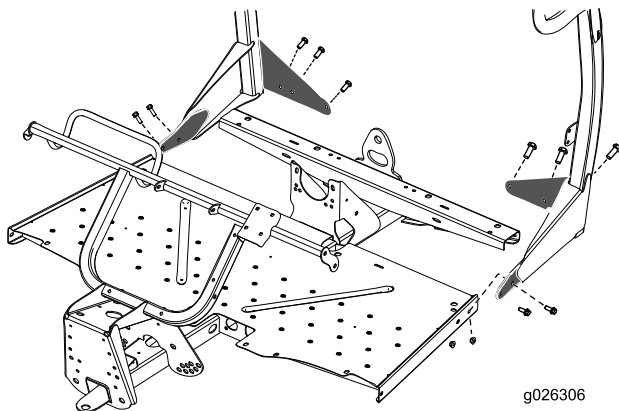

Bild 6
1. Setzen Sie den Überrollschutz, wie in Bild 6 abgebildet, auf die Maschine und fluchten Sie die Befestigungslöcher an den Seiten und hinten aus.
3. Befestigen Sie den Überrollschutz mit den restlichen vier Schrauben (3/8") und vier Muttern (3/8") an den Seiten der Bodenplatte (Bild 6).